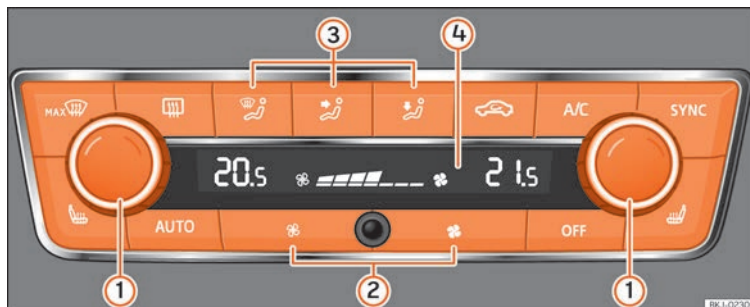

Abb. 172 Climatronic: Bedienelemente
- Stellen Sie die Gebläsestufe auf Null »» **Abb. 172 ②** oder drücken Sie die Taste **OFF**.
- Drücken Sie die Taste **AUTO** »» **Abb. 172.**
- Nach dem Einschalten der Zündung können Sie mit dem Drehregler **①** » **Abb. 172** die gewünschte Innentemperatur einstellen.
- Drücken Sie die Taste **MAX**  » **Abb. 172**.